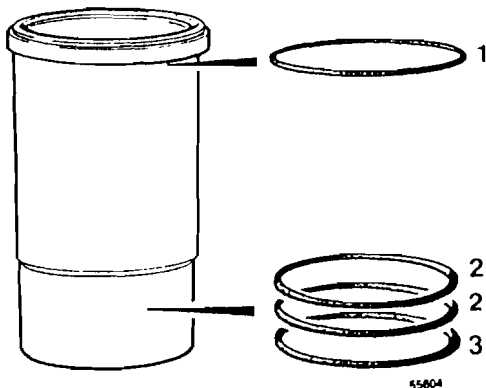

Fig. 105
- 31 Montar los nuevos anillos de estanqueidad en el bloque, véase la fig. 105. **Nota:** Lubricar con el lubricante incluido en el envase los dos aros inferiores. En lo referente a la ubicación de los aros en el bloque, véanse las instrucciones de montaje en el envase.
- 32 Limpiar minuciosamente el cuello de la camisa. Montar en la misma un nuevo anillo tórico. **Nota:** El anillo tórico nro. 1, fig. 105, debe estar seco.